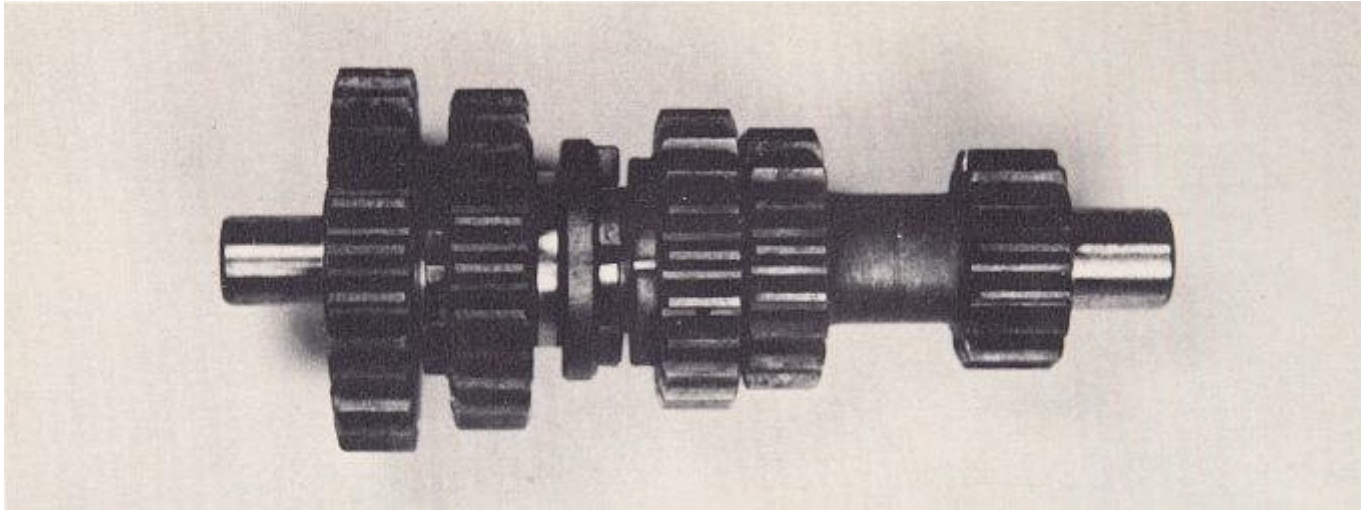

FIG. 24
2. El layshaft es el otro eje orientado (Fig. 24). Su función principal es proporcionar un medio para cambiar la relación, o la velocidad del eje. También tiene un arte que se puede deslizar hacia atrás y otro lado para engranar las marchas a ambos lados de la misma.